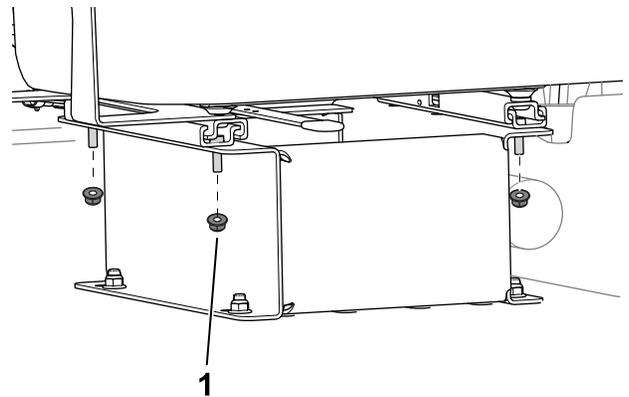

Bild 12
1. Entfernen Sie die Muttern, mit denen der Sitz am Sitzunterteil befestigt ist (Bild 12).